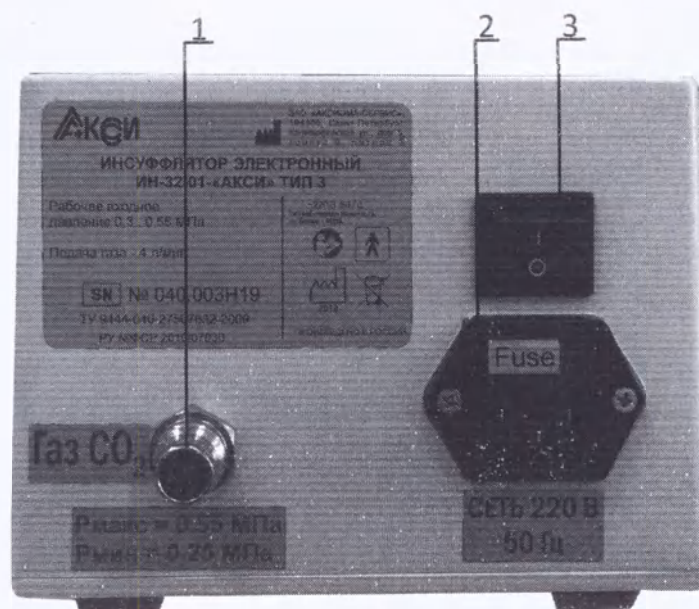

Рисунок 3 – Задняя панель инсuffлятора
1.8.2 Используя шланг высокого давления (рисунок 3), соедините выходной штуцер редуктора, установленного на баллоне с углекислым газом, с входным штуцером 1 на задней панели инсuffлятора (рисунок 2). А присоединительную трубку - со штуцером 11 на передней панели инсuffлятора (рисунок 1). Схема соединения представлена на рисунке 4.